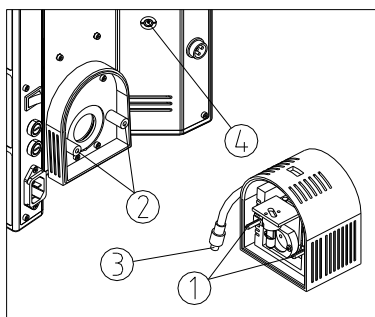

图 7
- (1) 将灯源组上的导向插脚①与灯源连接座上的导向插孔②对齐，将灯源组轻轻推入灯源连接座，并且推到底。（如图 7）
- (2) 把灯源组上的插头③插入显微镜镜体的插座④中。